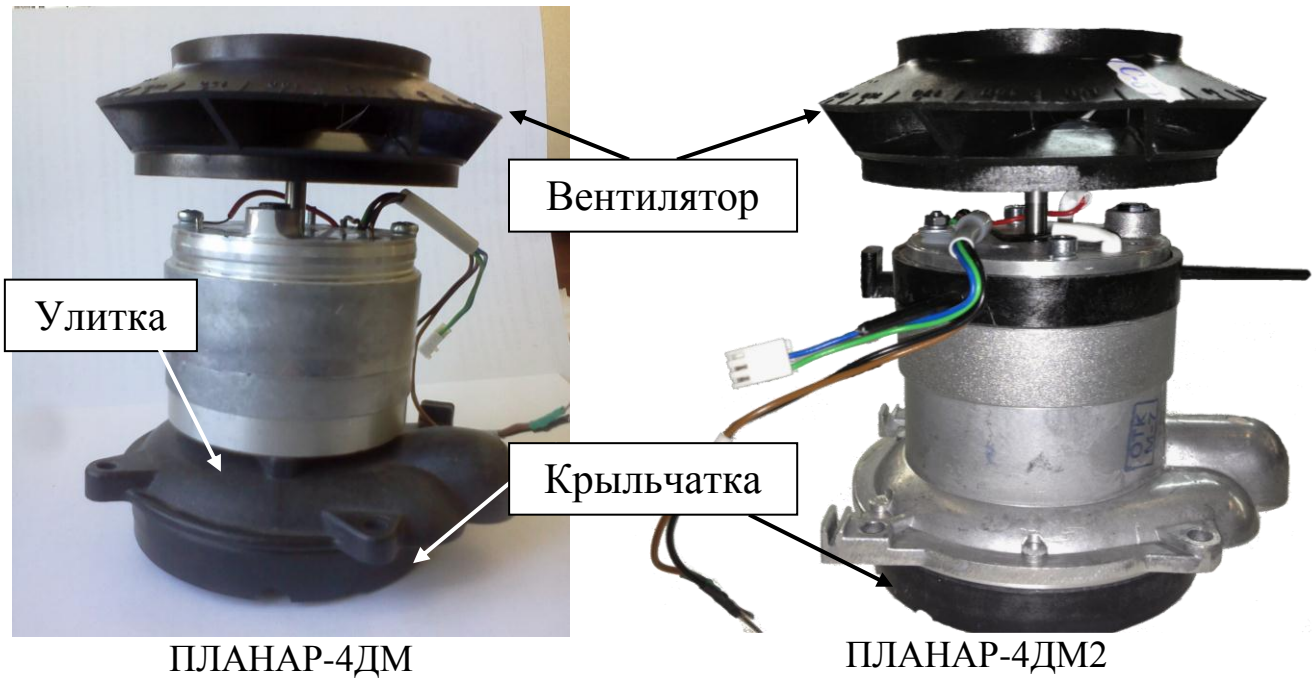

Рис.7 – Нагнетатель воздуха
Нагнетатель воздуха (далее по тексту - НВ) (рис.7) состоит из электродвигателя с прикрепленной улиткой (на нагнетателях воздуха ПЛАНАР-4ДМ2 улитка выполнена совместно с корпусом электродвигателя). На валу электродвигателя со стороны улитки устанавливается крыльчатка, а с другой стороны - вентилятор.
- 2) Проверить работоспособность НВ. Для этого при помощи скрепки или тонкой проволоки кратковременно замкнуть контакт синего провода (ШИМ) на черный провод (рис.7а). При этом к отопителю должно быть подведено питание, но он не должен быть включен. Если вентилятор начал вращаться - НВ исправен.
- 3) Проверить НВ на отсутствие «мертвых точек». Для этого, замыкая синий провод на черный (рис.7а) и изменяя положение вентилятора, проверить из всех ли положений запускается НВ. Если есть «мертвые точки» - НВ неисправен.
- 4) Проверьте исправность канала оборотов. Для этого замкните контакт синего провода на черный (рис.7а) и на зеленом проводе цифровым тестером замерьте частоту импульсов. Пока НВ набирает обороты – частота импульсов должна возрастать. Разомкните контакт. НВ начнет сбавлять обороты, и частота импульсов начнет снижаться. Если какое-нибудь из этих условий не выполняется то НВ – неисправен.
Рис.7а – Подключение сигнала управления (ШИМ) двигателя для проверки